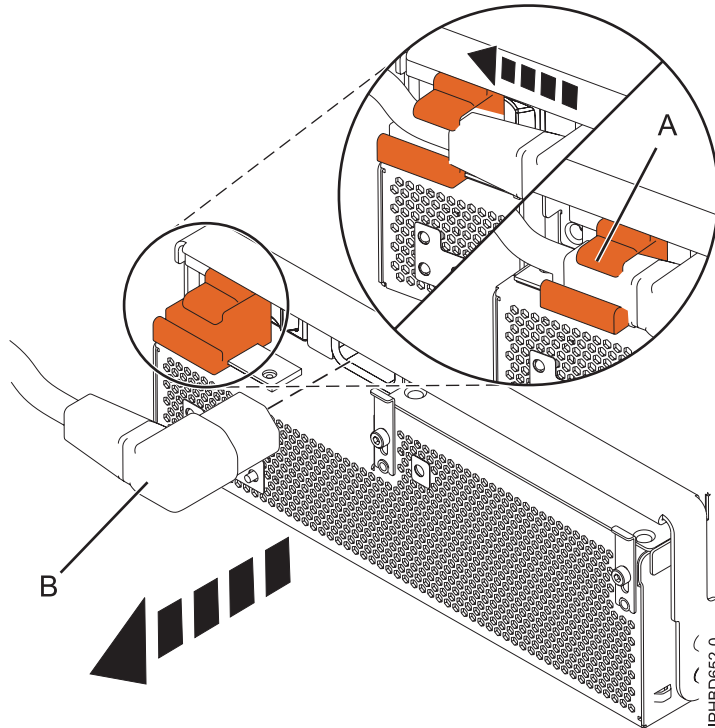

Figura 8. Desconexión del cable de alimentación de la parte frontal de una unidad de expansión
6. En la fuente de alimentación que desea extraer, deslice la pieza de sujeción de retención del cable hasta la posición de abierto (A) y luego desconecte el cable de alimentación (B), como se muestra en la Figura 8.